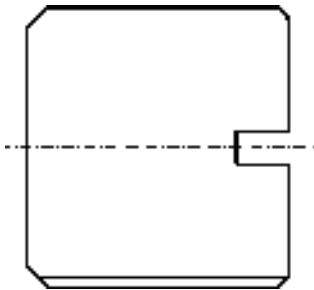

图 4-92 镜像结果
8) 单击“修改”工具栏中的“镜像”按钮 , 镜像水平中心线上方图形, 结果如图 4-92 所示。